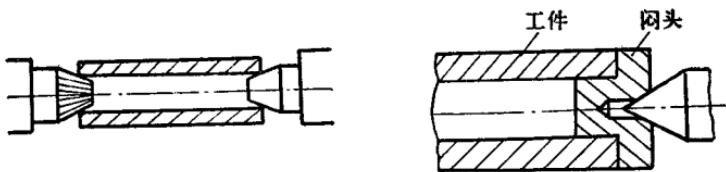

图15 用伞形頂針安装工件。 图16 用輔助中心孔安装工件。
(11) 车削较长的套类工件时，一般是先车好内孔，然后以内孔作为基准来车外圆的。但这时不可能用这样长的心轴，因此必须用伞形顶针(或大顶针)来顶住工件(如图 15)。如果没有伞形顶针，就可以在工件两端镶两块辅助中心孔(如图 16)，俗称闷头。
(12) 在较长的轴类工件上钻孔或镗孔时，这时可以采用一